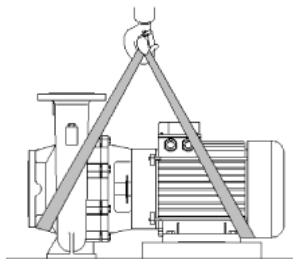

fig. 2: Transport av pumpen
- Lyftöglorna på motorn är endast till för att rikta lasten (se fig. 2).